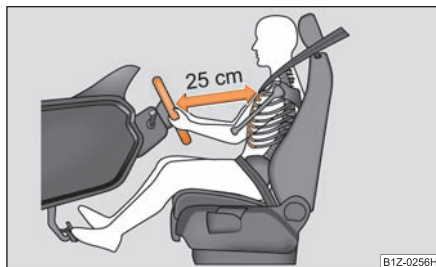

Fig. 161 Distanța corectă a conducătorului față de volan
- Reglați astfel scaunul conducătorului auto încât distanța dintre volan și torace să fie de cel puțin 25 cm ⇒ fig. 161.
- Între conducător și volan trebuie să existe o distanță de cel puțin 25 cm ⇒ fig. 161. Dacă nu se respectă această distanță, sistemul airbag nu își poate exercita eficiența maximă – Pericol!